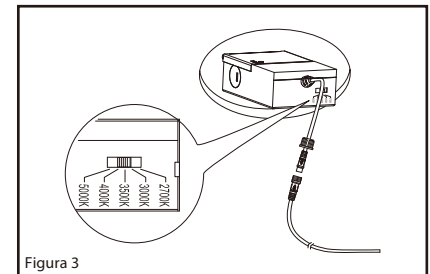

Figura 3
5. Conecte la caja de conexiones al panel LED empotrado con el conector de bloqueo rápido. (Figura 3)
6. Mueva el interruptor deslizante a su color de luz apropiado (2700K /3000K /3500K /4000K /5000K). Coloque la caja de conexiones en el techo a través del recorte. (Figura 3)